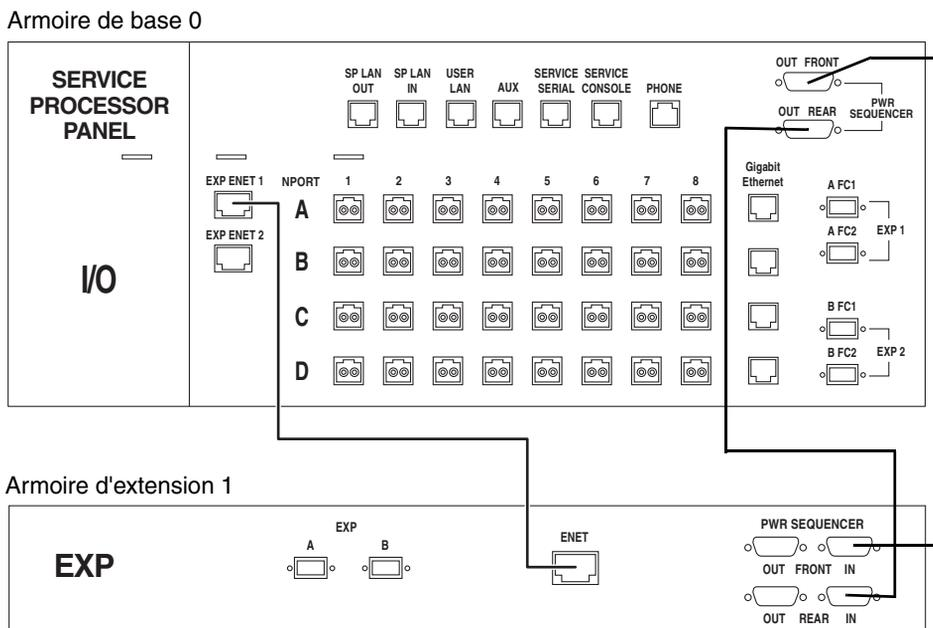

**FIGURE 4** Câblage FC entre un nouveau panneau du processeur de service de l'armoire de base 0, l'armoire d'extension 1 et l'armoire d'extension 2
Connectez les câbles Fibre Channel (FC) redondants (numéro de référence 537-1060-01) comme suit (voir FIGURE 4) :